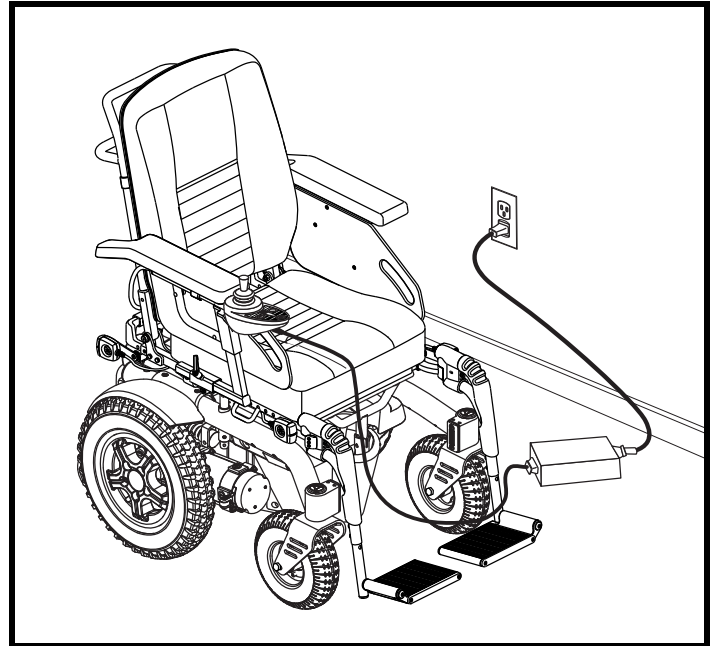

Figure 23. Batteries et recharge
3. Branchez le chargeur externe dans le réceptacle du chargeur/programmation sur le module de contrôle. **Voir la figure 23.**